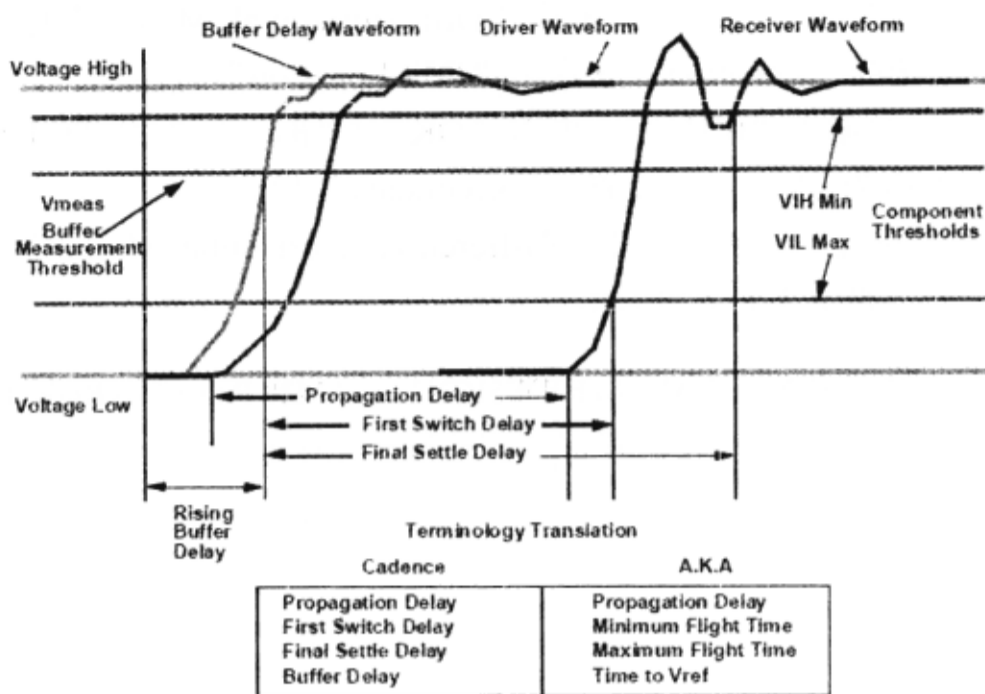
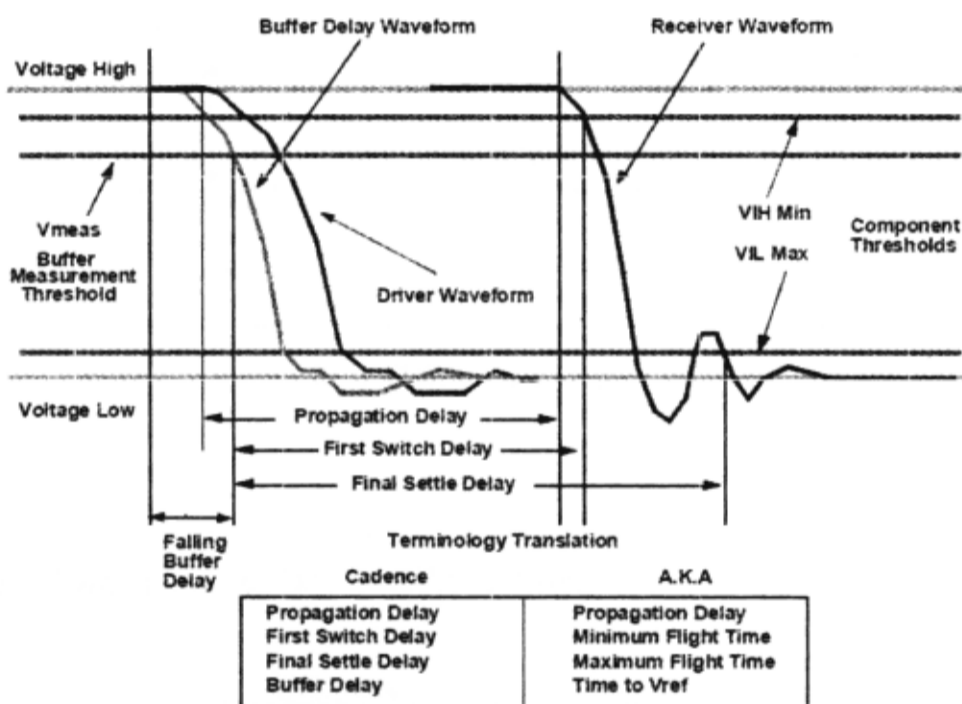

图 3-8-63 上升沿测量
图 3-8-64 下降沿测量
⑤ 双击“SigWave”窗口左边的“Differential Horizontal Marker”符号，不再显示这个标志→单击显示波形的任何地方。
⑥ 从“SigWave”菜单中执行菜单命令“Zoom”→“Fit”，波形放大到合适的窗口显示。
⑦ 在 SigXplorer PCB SI XL 的“Results”栏表格中按住鼠标左键→拖动鼠标选择“OvershootHigh”和“OvershootLow”→单击鼠标右键→从弹出菜单中选择“Hide Columns”。
5) 报告开关延迟 (Switch Delay) SwitchDelay 测量报告上升沿和下降沿的开关延迟的最小值，如图 3-8-63 和图 3-8-64 所示。但是报告值没有确定是发生在上升沿还是下降沿。测量波形的 SwitchDelayRise 和 SwitchDelayFall 确定开关延迟的最小值发生在哪里。